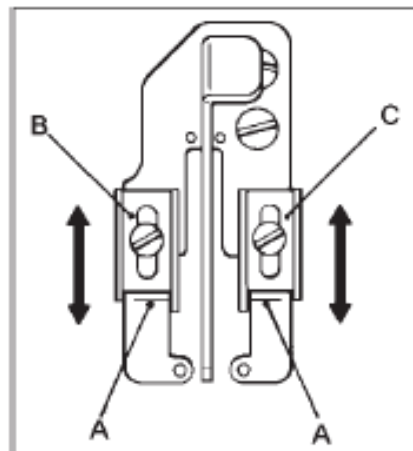
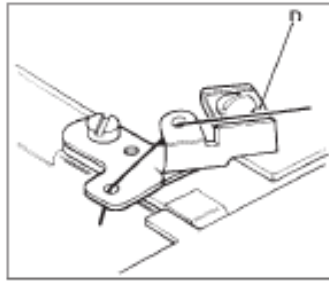

Fig. 20
Fig. 21
* Para coser hilo 100% algodón o poliéster hilado, mueva hacia un lado la guía (B). No la use en éste caso.
The mark (A) of the Supporting Plate meets thread eyes of Thread Take-Up Eyelet (B) and (C).(Fig. 20)
*When the Eyelets are moved to the front side after loosening Screws of the Thread Take-Up (B) and (C), the looper thread will be sewn loosely and when they are moved to opposite side the thread will be sewn tightly.
*When using wooly thread, move Eyelets (B) and (C) (Fig. 20) fully to the front without threading on Needle Thread Retainer Disc (D).(Fig. 21)
La marca (A) de la placa soporte se alinea con los ojos del hilo del Tira hilos (B) y (C). (Fig.20)
* Cuando los Ojetes se mueven hacia el frente después de aflojar los Tornillos del tira-hilos (B) y (C), el hilo del Engazador será cosido flojo y cuando sean movidos al lado opuesto el hilo será cosido tensionado.
* Cuando use hilo de lana, mueva los Ojetes (B) y (C) (Fig.20) totalmente hacia el frente sin enhebrar el disco Retenedor del Hilo de la Aguja (D). (Fig. 21)